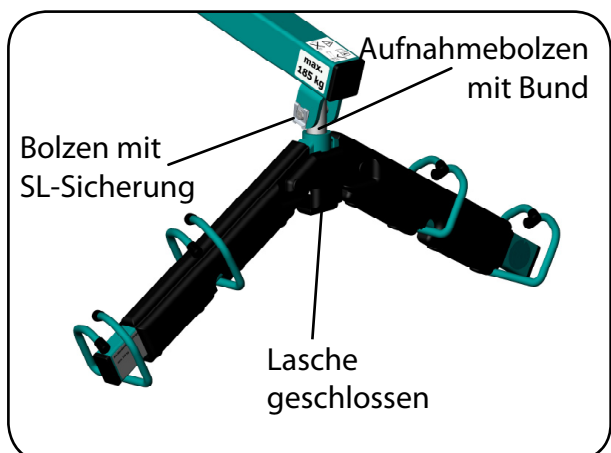

**Abb. 6.1.10 – Motorlasche am Hebearm**
9. Heben Sie den Hebearm an und bringen Sie die Bohrung des Hubrohres (Gabelkopf) mit der Bohrung der Haltelasche deckungsgleich übereinander. Befestigen Sie den Hubantrieb an der Haltelasche des Hebearms durch Einstecken des Bolzens. Sichern Sie den Bolzen mit der SL-Sicherung (Abbildung 6.1.10).